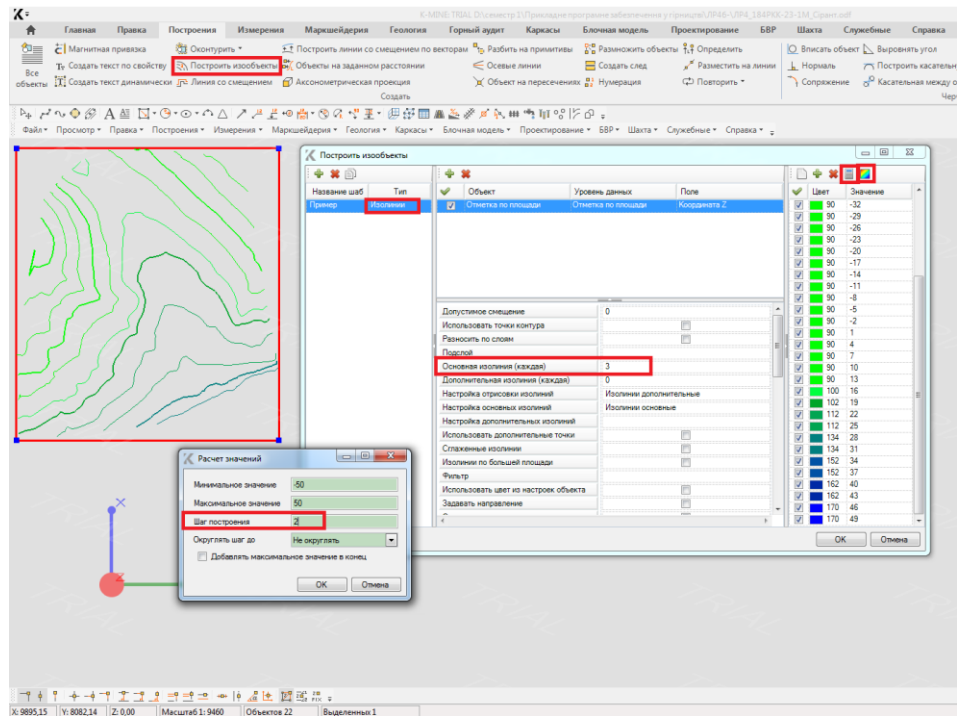

Рисунок 4.2.Виконання завдання 3
3. Виконайте побудову ізоліній по всіх видимих об'єктах через кожні 2 м, кожна третя ізолінія – основна, градієнтне забарвлення (рис.4.2).